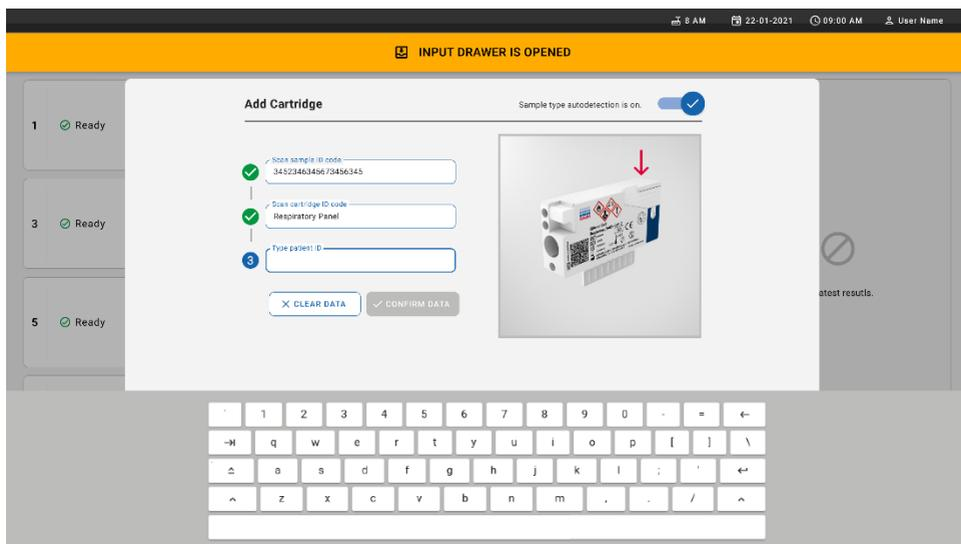

Figure 24. Lecture de l'écran d'ID de la QIAstat-Dx Respiratory SARS-CoV-2 Panel Cartridge.
8. Après avoir saisi l'ID du code-barres de l'échantillon, balayez le code-barres de la QIAstat-Dx Respiratory SARS-CoV-2 Panel Cartridge à utiliser (position indiquée par la flèche). Le QIAstat-Dx Rise reconnaît automatiquement le dosage à effectuer, en fonction du code-barres de la QIAstat-Dx Respiratory SARS-CoV-2 Panel Cartridge (figure 24).